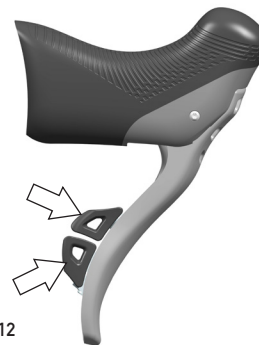

Fig.12
- Facendo pressione sulla leva inferiore, il cambio scende (Fig.12).
- Facendo pressione sulla leva superiore, il cambio sale (Fig.12).